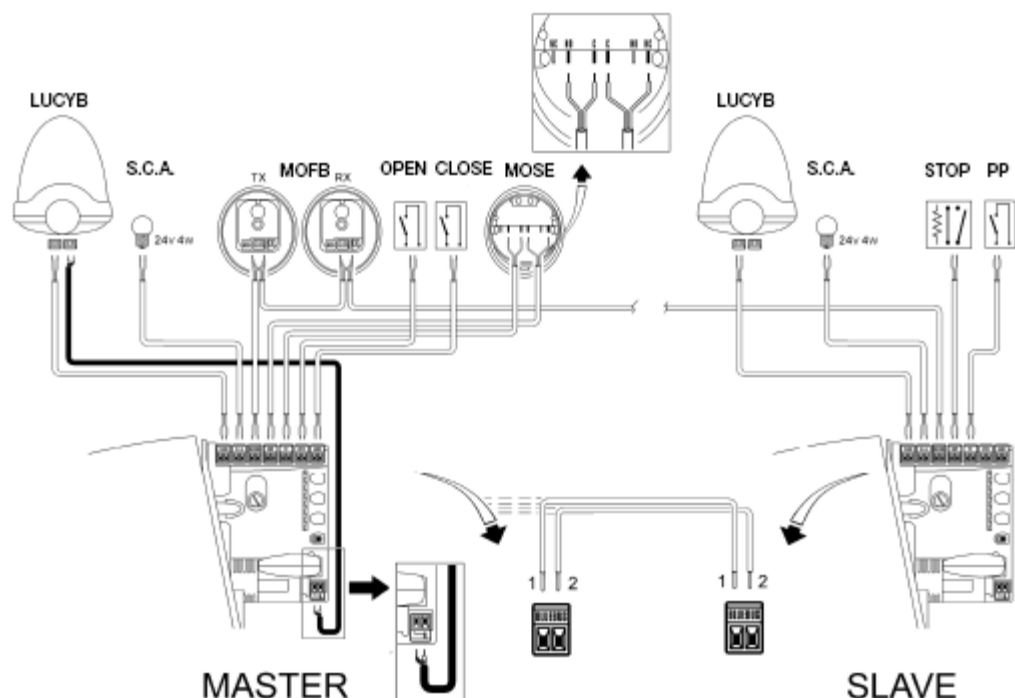

Рис. 26
**ВНИМАНИЕ:** в данном случае при соединении двух RUN должна быть соблюдена полярность, см. рис.26 (у других устройств полярности не имеется).